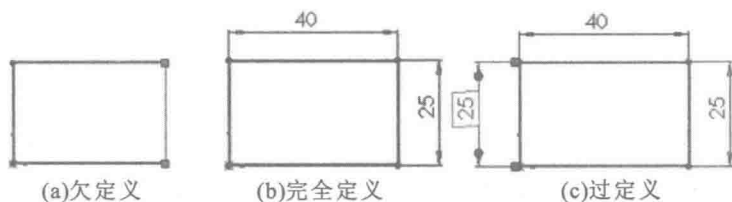

图 1-2
草图是指在 SolidWorks 中使用直线、圆弧、样条等绘制命令绘制的,具有一定的形状和尺寸精确性,具有特殊意义的几何图形。草图多是二维的,也有三维草图。本书中的草图都是二维草图。绘制草图是三维造型的基础,绘制草图是创建零件的第一步。在 SolidWorks 软件中,草图有三种状态,分别是欠定义、完全定义和过定义,如图 1-2 所示。
(1) 欠定义:表示草图约束不完全,如图 1-2(a)中的草图,矩形中有 2 条线是蓝色,其余两条线为黑色,但是黑色线的端点为蓝色。虽然没有标注任何尺寸,但是黑色线段的方向已经定义为垂直和水平,所以线段显示为黑色,由于无尺寸定义线长,所以线的端点为蓝色。
(2) 完全定义:表示草图已经正确约束,已经定义合适的几何关系和尺寸。
(3) 过定义:表示草图中有过度约束(封闭尺寸链)。由于 SolidWorks 使用参数化来约束模型和草图,过定义会导致草图计算错误,所以草图会显示为红色。